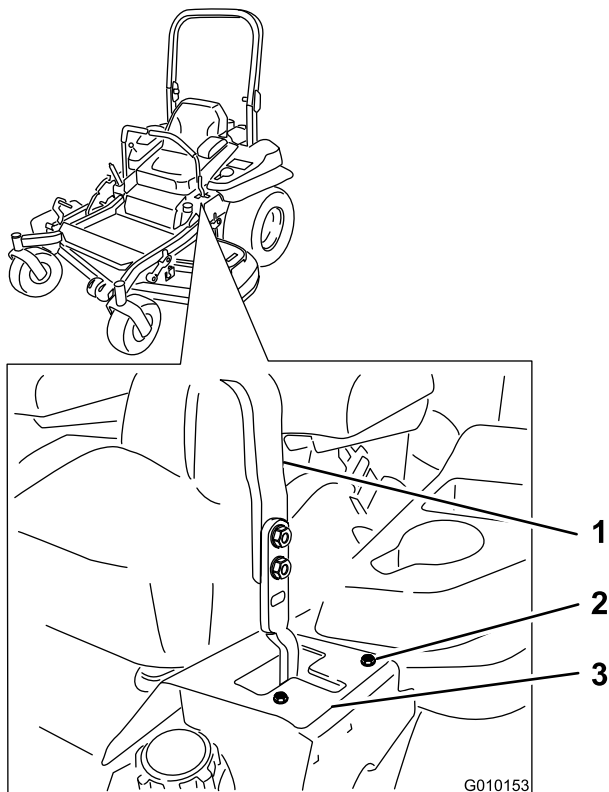

Figura 55
6. Si se desvía hacia la derecha, afloje los pernos y ajuste la chapa del tope izquierdo hacia atrás en la ranura en T de la izquierda hasta que la máquina avance en línea recta (Figura 55).
7. Si se desvía hacia la izquierda, afloje los pernos y ajuste la chapa del tope derecho hacia atrás en la ranura en T de la derecha hasta que la máquina avance en línea recta (Figura 55).
8. Apriete la chapa del tope (Figura 55).